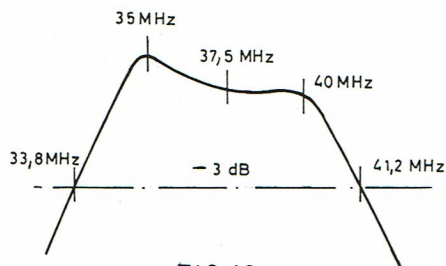

FIG. 18
- Régler : L 312 (T 307) et L 313 (T 307) pour obtenir la courbe fig. 18.